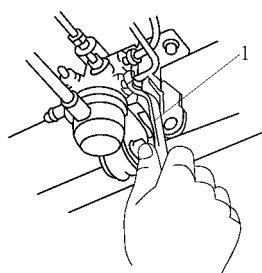

图 15-123 从阀体上脱开制动器管
- 1) 使用制动器管接头螺母 10×12mm 扳手从阀体上脱开制动器管，如图 15-123 所示。